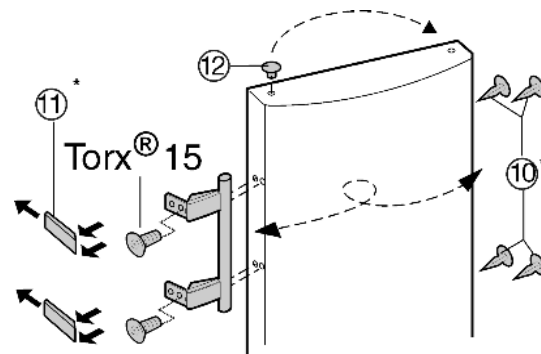

Fig. 8
- ▶ Stopfen Fig. 8 (12) aus der Tür Lagerbuchse herausheben und umsetzen.
- ▶ Türgriff, Stopfen Fig. 8 (10) und Druckplatten Fig. 8 (11) abmontieren und auf die Gegenseite umsetzen.